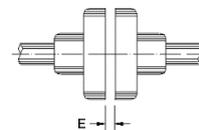

Figura 4.8: Holgura axial del acoplamiento (E)
Alinear cuidadosamente las puntas de eje y, siempre que sea posible, usar acoplamiento flexible, dejando una holgura (E) mínima de 3mm. entre los acoplamiento, conforme es mostrado en la Figura 4.8.